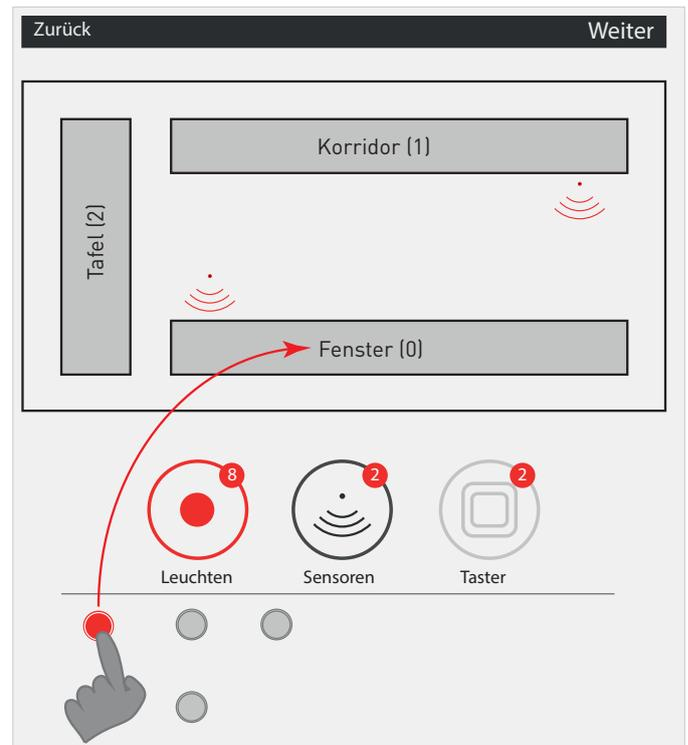

Abbildung 31: Schematische Darstellung: Zuordnung der DALI-Teilnehmer
- Das Symbol des DALI-Teilnehmers kann in der schematischen Darstellung der App-Oberfläche mit dem Finger bewegt und der Leuchtengruppe bzw. der Sensorposition zugeordnet werden (siehe Abbildung 31).